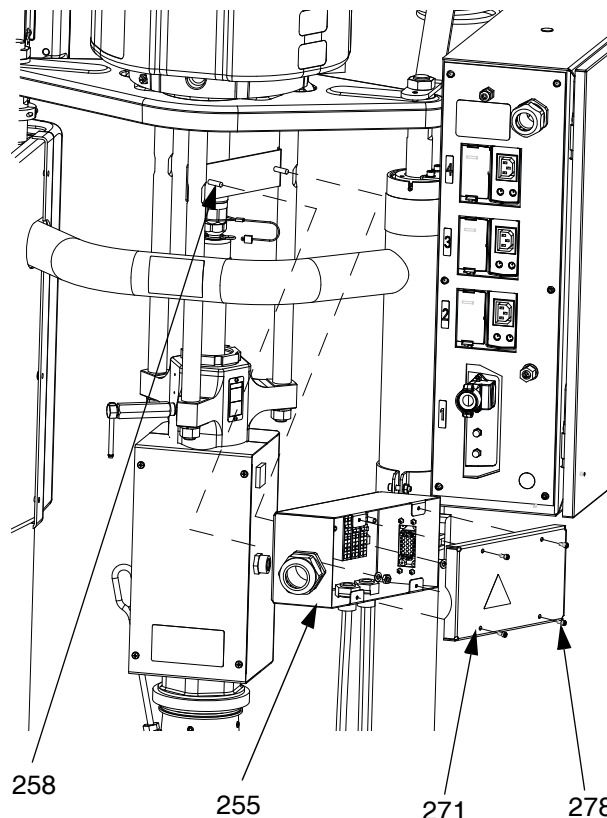

FIG. 36: Ta bort D60 kopplingslådan
Montera tillbaka kopplingslådan (255) på fästet (258). Använd skruvarna (278) för att fästa kåpan (271). Se FIG. 36.